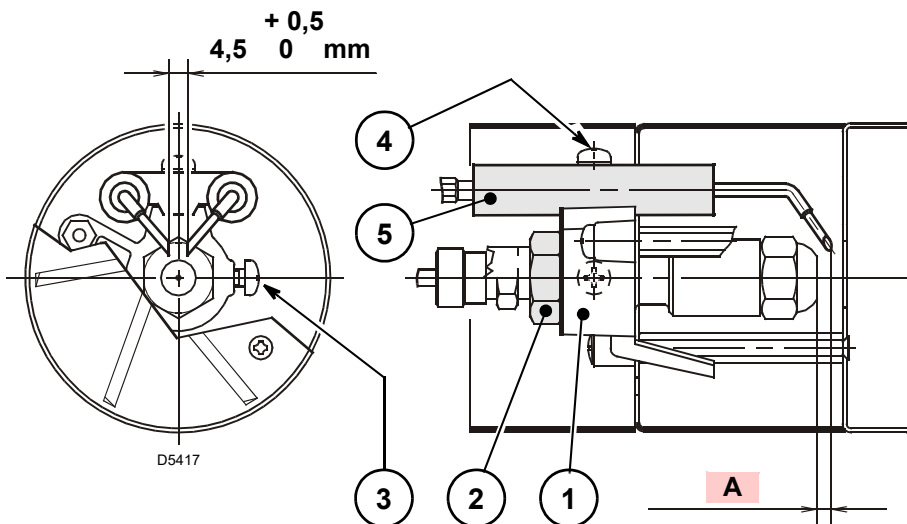

Fig. 15
Respetar las medidas de la Fig. 15.
- Apoyar el grupo soporte del disco estabilizador 1)(Fig. 15) en el porta rociador 2) y bloquear con el tornillo 3)(Fig. 15).
- Extraer los cables 1) de los electrodos, aflojar el tornillo 3)(Fig. 15) y extraer el conjunto soporte estabilizador 6) del conjunto portaboquilla 5).